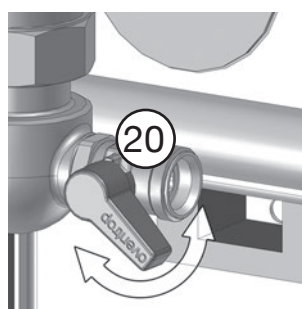

Abb. 5.10: Speicher-kreisseite entlüften
14. Speicherkreisseite **entlüften**. Dazu **KFE-Kugelhahn 20** öffnen, bis Wasser austritt (Abb. 5.10).